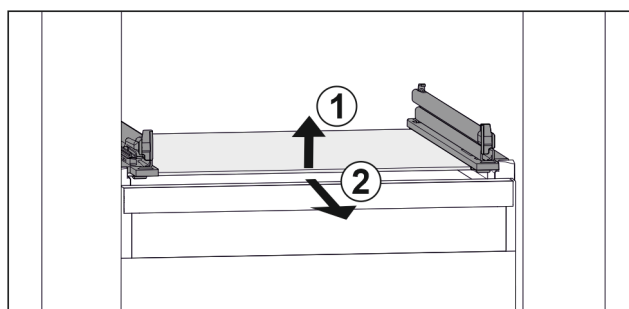

Fig. 46 Az üveglap példaként szolgáló ábrázolása
- Emelje meg az üveglap elejét. Fig. 46 (1)
- Vegye ki az üveglapot előre felé. Fig. 46 (2)